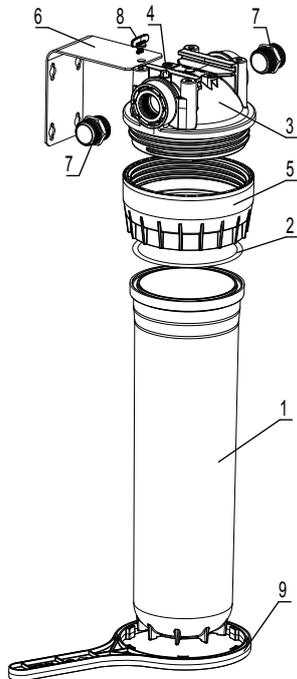

Рис. 1
Установка корпуса водоочистителя (рис. 1)
- отверните гайку (5) с помощью пластикового ключа (8), снимите стакан (1) и выньте фильтрующий модуль;
- промойте водой внутренние поверхности крышки (3), стакана (1) и резиновое кольцо (2);
- соберите водоочиститель, накрутив гайку (5) на крышку (3);
- ВНИМАНИЕ! Важно не перепутать вход и выход водоочистителя. Стрелки на крышке указывают направление течения воды (рис. 1).**
- нажмите кнопку (4) для удаления воздуха из корпуса.